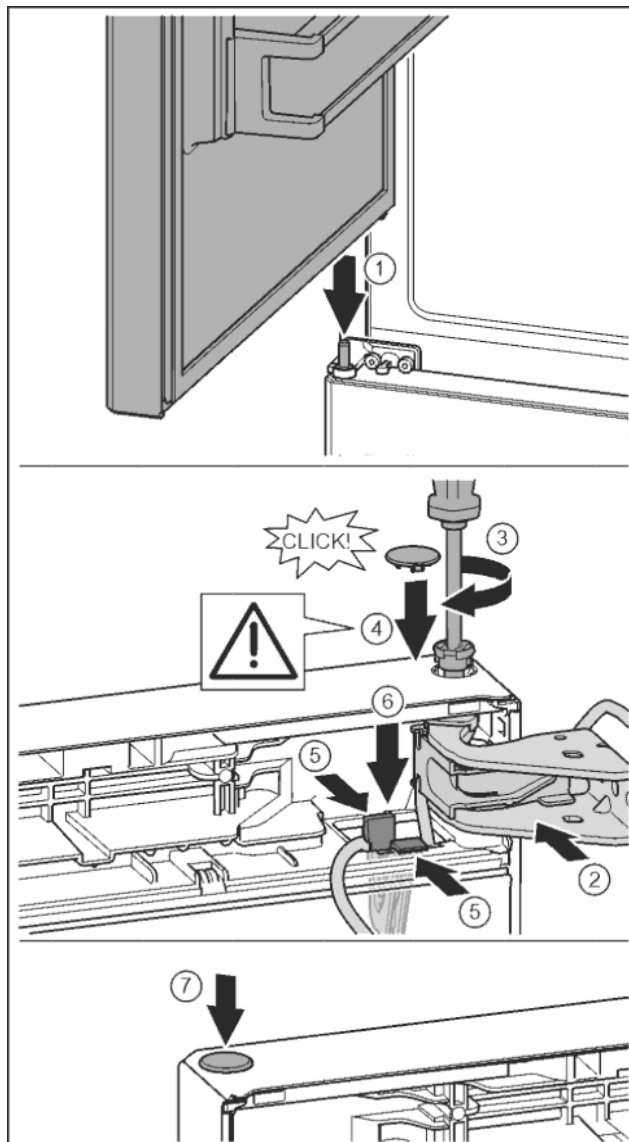

Fig. 38
- ▶ Dveře nahore vyrovnejte s otvorem ve stojanu ložiska. (1)
- ▶ Vložte čep a pevně jej utáhněte šroubovákem T15. *Fig. 38 (4)*
- ▶ K zajištění dveří namontujte bezpečnostní kryt: Bezpečnostní kryt nasadte a zkontrolujte, zda přiléhá na dveře. V opačném případě čep zcela zasuňte. *Fig. 38 (5)*
- ▶ Vložte zátku. *Fig. 38 (7)*